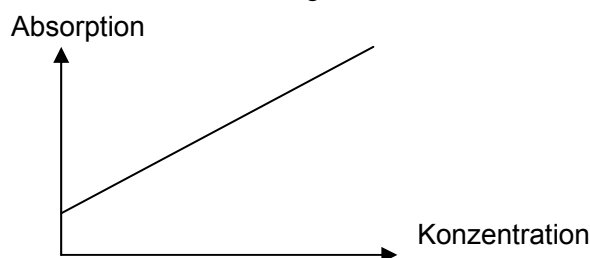

Abb. 5-5 Lineare Regression
- 4) Lineare Regression: Es können 2-8 Standardlösungen ausgewählt werden. Unter Verwendung der erhaltenen Standardpunkte wird eine Regressionsgerade,  $Y = kX + b$ , erstellt. Die Regressionsgerade dient als Kalibrierungskurve, wie in Abb. 5-5 dargestellt.